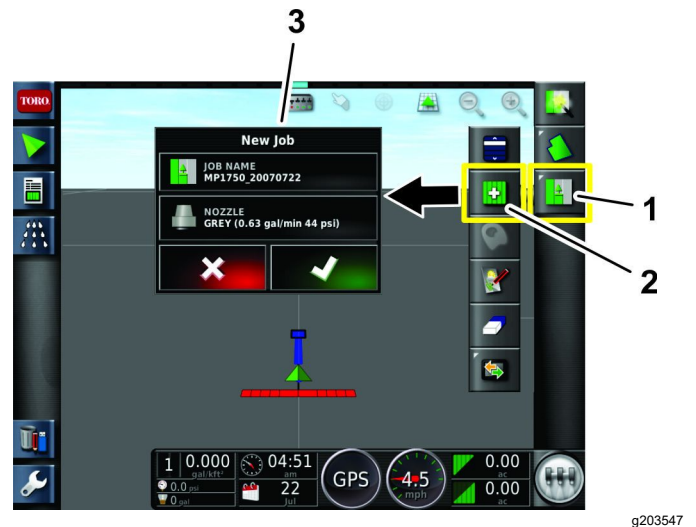

图 44
5. 按屏幕右上方的作业菜单图标 图 44。
6. 输入作业的新名称或保留默认时间标记 图 44。